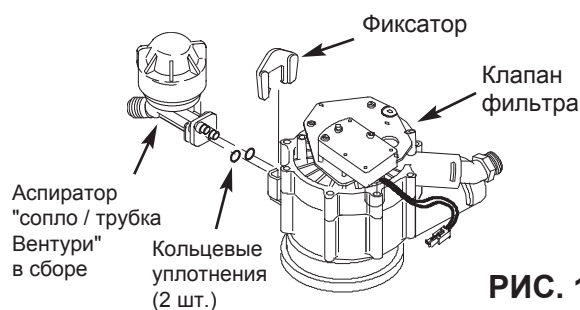

РИС. 19
- Снимите фиксатор, который удерживает заглушку порта аспиратора на боковой поверхности клапана фильтра (см. Рис. 19).
- Снимите заглушку. Нанесите смазку на два небольших кольцевых уплотнения и установите их на выступы на аспираторе "сопло / трубка Вентури" в сборе (см. Рис. 19).